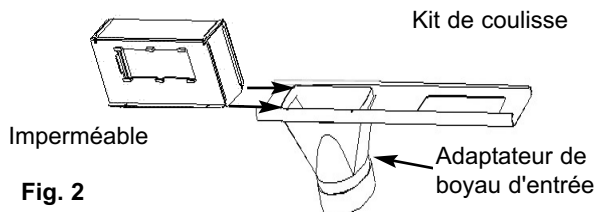

Fig. 2
2) Faites glisser les brides sous les rebords de la glissière jusqu'à ce qu'elles soient alignées à l'entrée de la ventilation (voir fig. 2). Une fois les ouvertures d'assemblage de la glissière et l'imperméable alignés, fixez l'imperméable à la glissière à l'aide des quatre vis fournies.